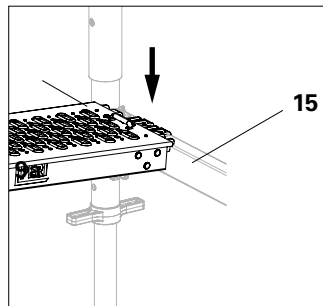
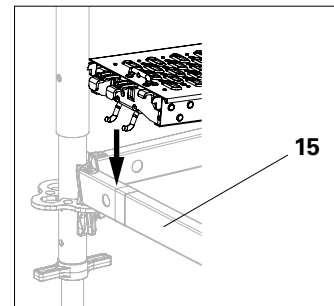

Abb. A7.01a
Abb. A7.01b
2. Belag nacheinander auf den Horizontalriegeln auflegen. (Abb. A7.01a + Abb. A7.01b)